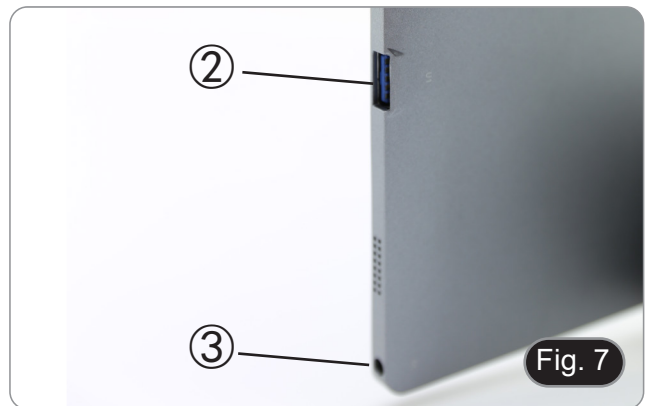

Fig. 7
6. Schließen Sie das Stromversorgungskabel zum Aufladen des Akkus über den Anschluss ④ an den Tablet PC an. (Fig. 7)